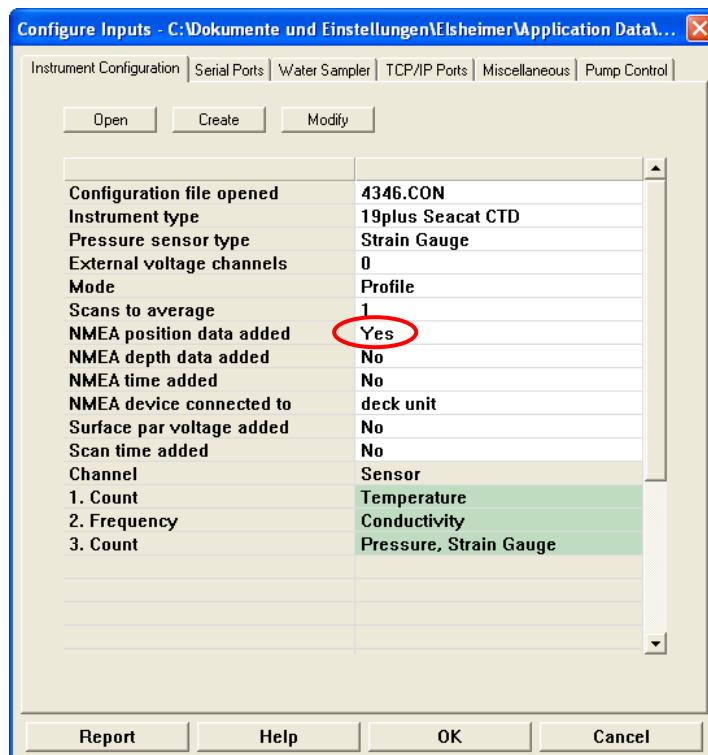
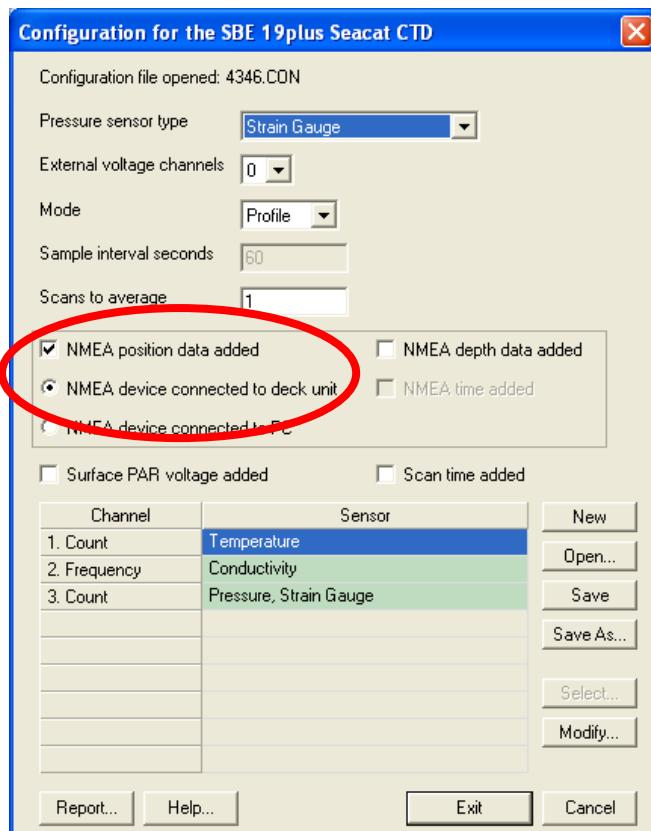

Abb. 6. NMEA Einstellung im .con File.
Abb. 7. Ändern NMEA Einstellungen
3. Darauf achten, dass **NMEA position data added** auf **YES** steht (Abb. 6, Seite 16). Falls nötig über **Modify** die NMEA-Einstellung ändern, indem man das Häkchen setzt und **NMEA device connected to deck unit** auswählt (Abb. 7, Seite 16).